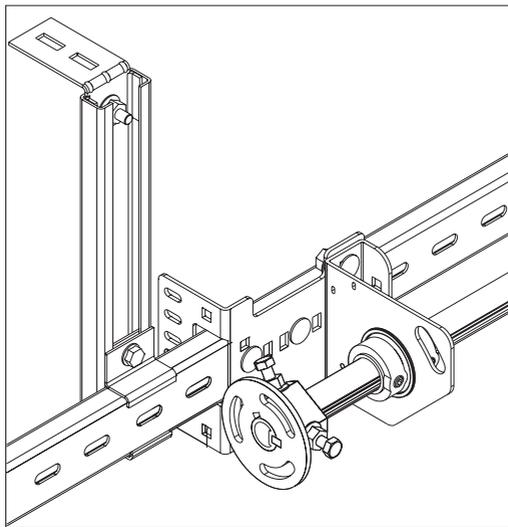

Рис. 23.4
2) смонтировать подвес и установить его рядом с промежуточным суппортом (рис. 23.4).